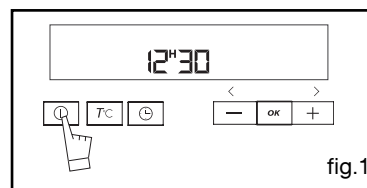

fig.1
Appuyez sur la touche ① (fig.1).
Le symbole fin de cuisson clignote pour indiquer que le réglage est alors possible (fig.1).